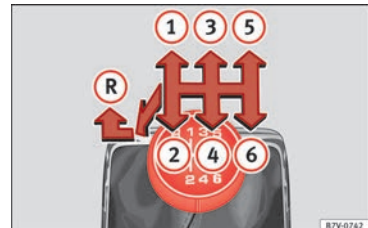

Fig. 48
De enkelte gears positioner er vist på gearstangen » Fig. 48.
- Sæt gearstangen i frigear, tryk den nedad og helt til venstre, og skub den herefter helt frem for at sætte bilen i bakgear » Fig. 48